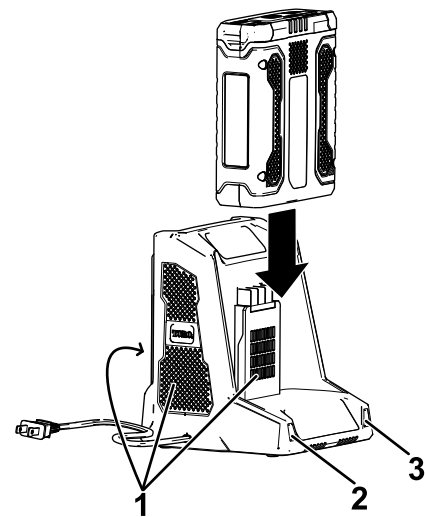

Figure 11
5. Glissez la batterie dans le chargeur jusqu'à ce qu'elle soit bien enclenchée (Figure 11).